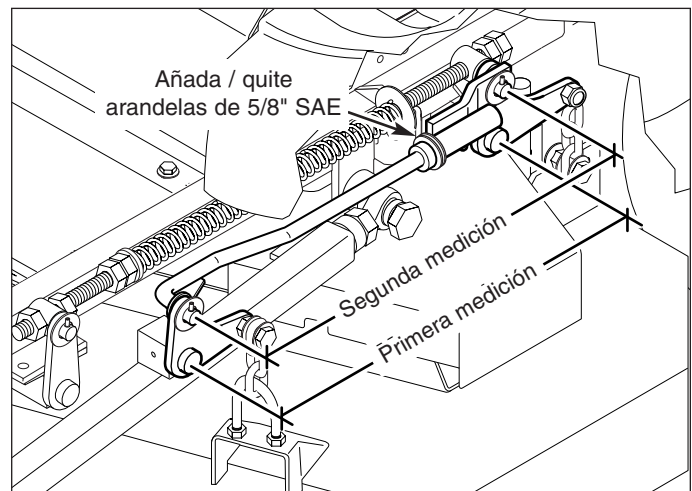

Figura 33. Ajuste del brazo elevador
6. Vea la Figura 33. Mida la distancia entre los pivotes elevadores traseros y los pivotes elevadores montados en la suspensión. Añada o quite arandelas de 5/8" SAE, de entre el brazo elevador de la cubierta y el eslabón de compensación, hasta que las medidas sean iguales.